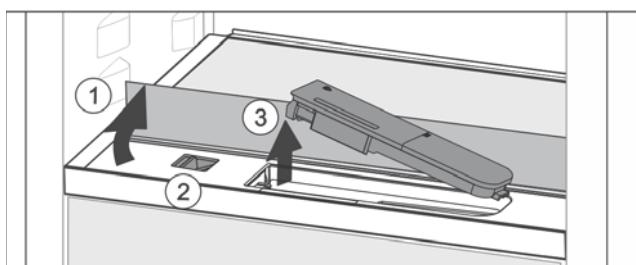

Fig. 43
- Поднять стеклянную панель и откинуть до упора назад Fig. 43 (1).
- Сдвиньте ползунок Fig. 43 (2) влево.
- Вынуть бак для воды Fig. 43 (3).